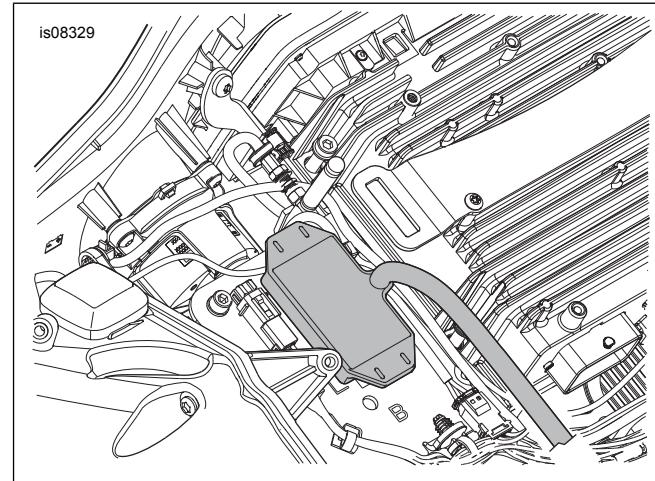

Figura 16. Immuntar tat-Trasmettitor (Mudelli tat-Touring FLTR tal-2017 u iktar tard)
- Figura 16 . Neħħi t-tejp protettiv mill-qoxra tal-addeżiv fuq naħha waħda tal-pad tal-foam għal fuq it-trasmettitor (3).